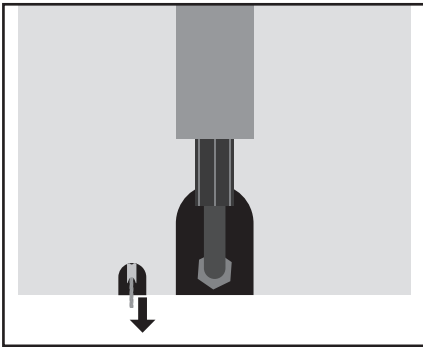

Fig. 8
1. T-rip losmaken en staaikabel langs synchronisatie staaikabel naar kolom met hydraulische pomp voeren (Fig. 8).